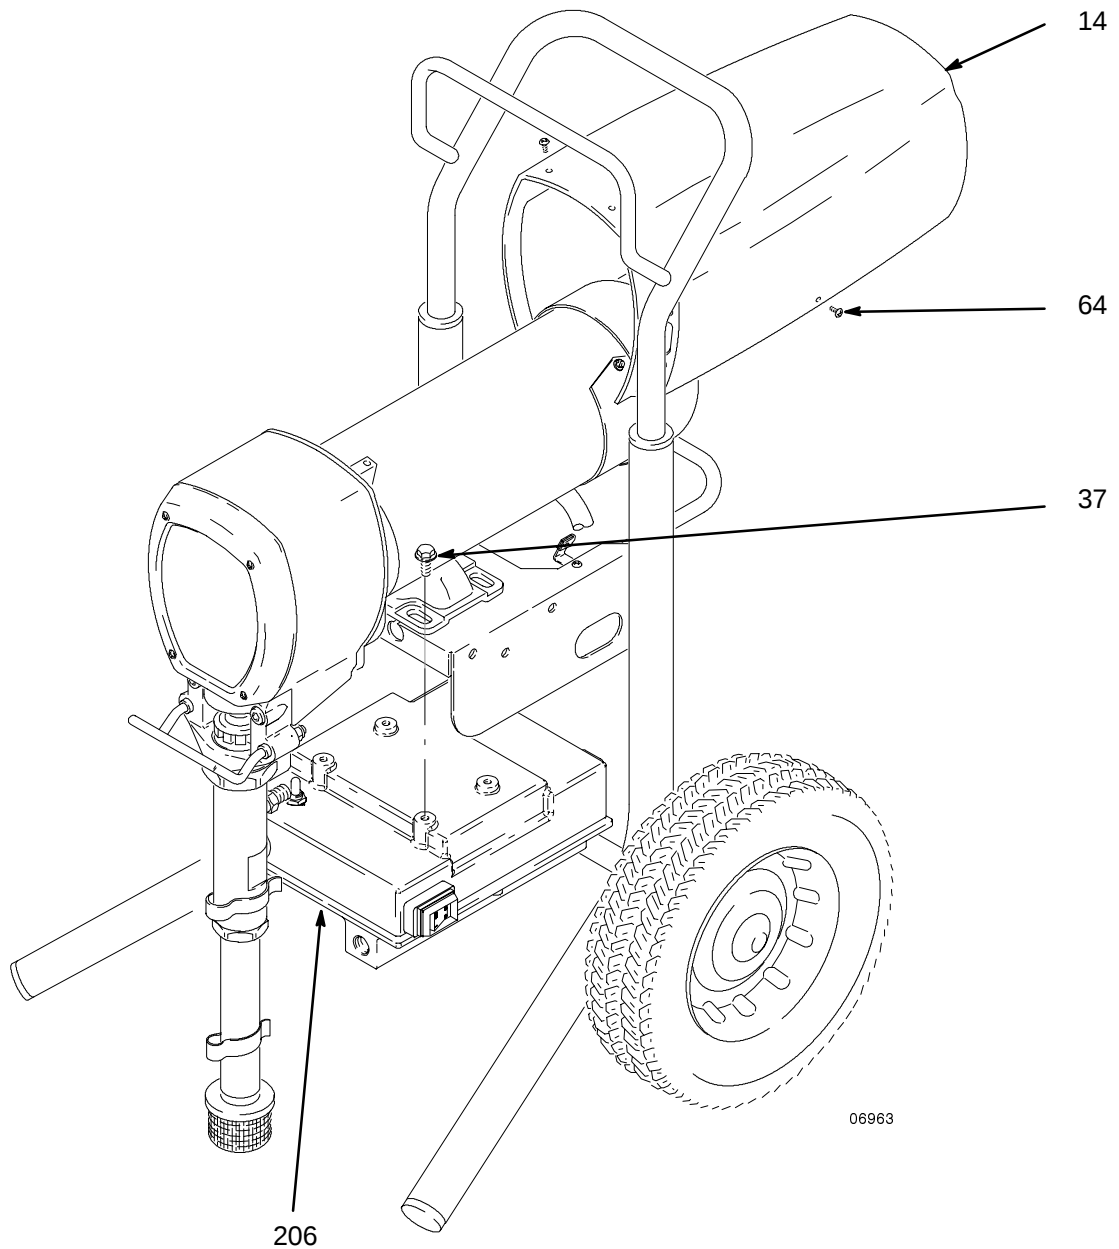
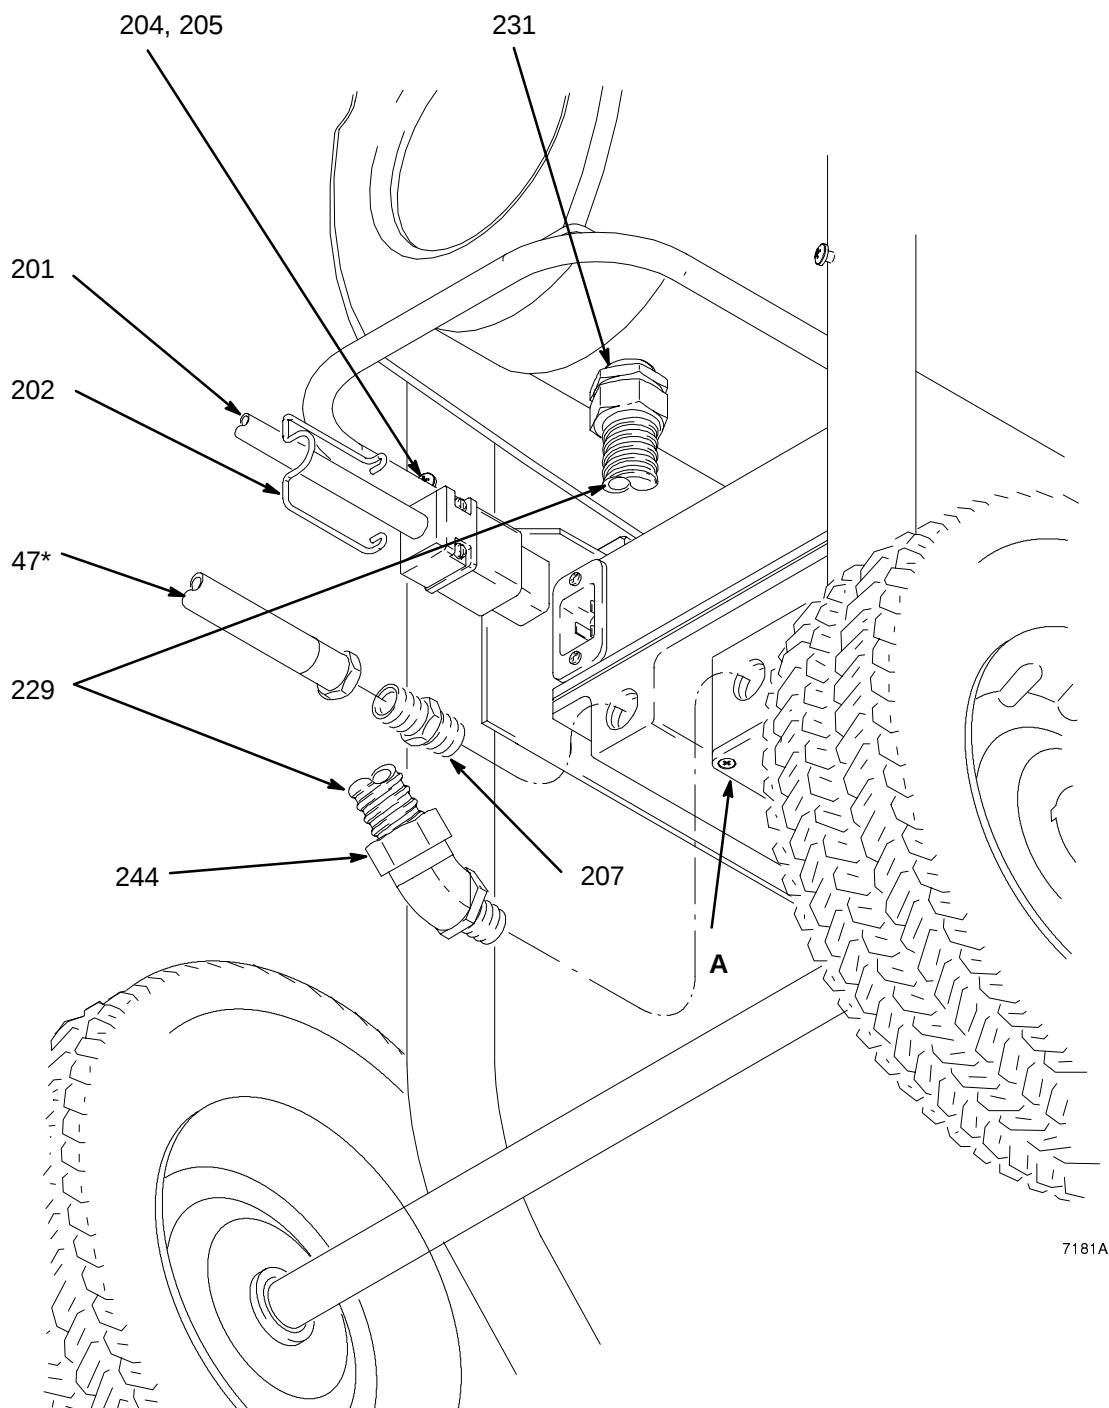

Fig. 9
Fig. 10
2. Saque las cuatro tuercas (41), y las arandelas de seguridad (40) de los tornillos de cabeza (37) que sujetan el motor (1) al carro (6) y deséchelos.
3. Fig. 9. Coloque el dispositivo de control de presión (206) en su sitio. Colóquelo alineado con los cuatro orificios de montaje y sujételo con los cuatro tornillos de montaje (37). No los apriete.
4. Centre el conjunto del motor y del dispositivo de control de presión en el carro y apriete los tornillos (37).
5. Si se hubiera desmontado, sujete la válvula de drenaje (50) a la parte inferior del filtro (48). Sujete el filtro (48) al soporte (219) mediante los tornillos (220). Sujete las piezas restantes al filtro tal como se indica, utilizando las piezas nuevas del kit o reutilizando piezas antiguas, según sea necesario.
6. Instale la manguera (217) entre el alojamiento del filtro y el codo del dispositivo de control de presión (209).
7. Sujete la pieza giratoria 45° (209) al conector de la salida de la bomba (75).
8. Fig. 10. Instale la manguera (47) y el racor (207 de la pieza giratoria de la bomba a la parte posterior del conjunto del dispositivo de control de presión.
9. Enrosque los cables del motor a través del conector del portacables (231). Apriete el conector al motor.
10. Deslice el extremo del portacables negro (229) sobre los cables y sujete el conector del portacables al motor.
11. Afloje la tapa de caja del cableado del dispositivo de control de presión (A) y déjela colgando.
12. Fig. 10. Sujete el conector del portacables (244) a la caja de cableado del dispositivo de control de presión. Después, enrosque los cables del motor a través del conector del dispositivo de control de presión y sujete el extremo del portacables negro (229) al conector.
16. Coloque las etiquetas (239) a las cubiertas de las escobillas del motor.
17. Fig. 9. Sujete la protección del motor (14) con diez tornillos (64).
18. Instale el tubo de drenaje (224) en la abrazadera de resorte (100) y la abrazadera de resorte (102).
19. Fig. 10. Saque los tornillos (204) y las arandelas (205) del dispositivo de control de presión (206).
20. Enchufe el cable de alimentación (201) en el dispositivo de control de presión (206).
21. Sujete el retén del enchufe (202) con los tornillos (204) y las arandelas (205).